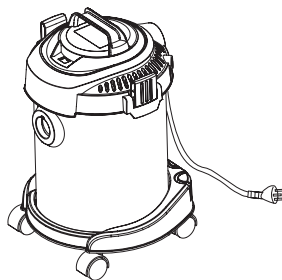

Fig. 14 – Desenrole a extensão
1. Desenrole por completo a extensão para evitar o aquecimento excessivo do cordão elétrico. (Fig. 14);